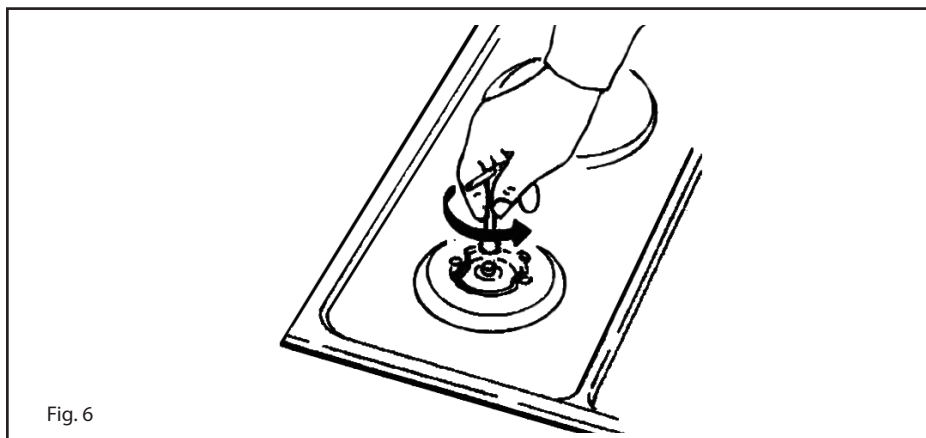

Fig. 6
(Fig. 6) No caso que o aparelho esteja predisposto para um tipo de gás diferente do gás de alimentação que utilizar, deverá proceder da seguinte forma:
- substitua os bicos (Fig. 6) e outros próprios ao tipo de gás que utilizar (veja a tabela relativa às "Características dos injectores".